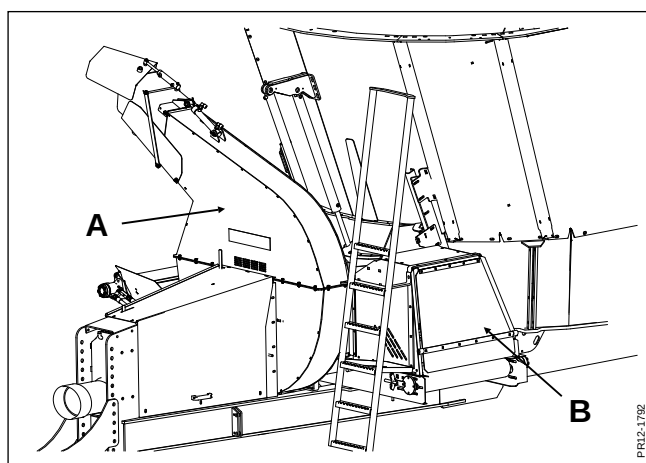

Fig. 2-1
Fig. 2-1 JF-STOLL's løsning er helt unik og patenteret. Det unikke er, at såvel halmbløser (A) som udfodring via tværbånd (B) er placeret forrest, hvilket giver et ideelt overblik.